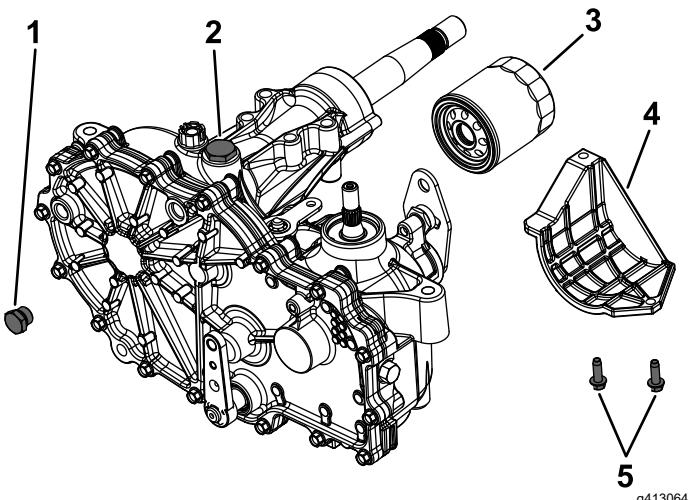

Figure 72
Si nécessaire, versez du liquide hydraulique Toro® HYPR-OIL™ 500 dans l'orifice de remplissage jusqu'à ce que le liquide soit visible au bas de l'orifice supérieur de chaque boîte-pont (Figure 71 et Figure 72).
4. Localisez le filtre et les protections sur chaque transmission à boîte-pont (Figure 72).
5. Retirez les 3 vis qui fixent la protection du filtre et déposez la protection (Figure 72).
7. Retirez le bouchon de l'orifice supérieur (Figure 72) sur les boîtes-ponts gauche et droite avant de faire le plein d'huile.
9. Rebouchez l'orifice supérieur de chaque boîte-pont lorsque le niveau d'huile atteint cet orifice (Figure 72).